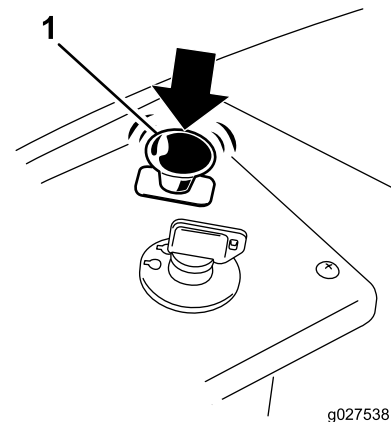

Figura 13
1. Desengrane las cuchillas moviendo el mando de control de las cuchillas a DESENGRANADO (Figura 13).